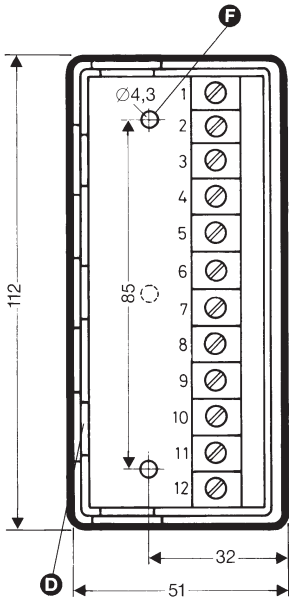

Fig. 1
Siehe Bild 1.
2. Haubenschrauben **A** lösen und Haube **B** vom Unterteil **C** abziehen (Bild 1).
1. Haubenschrauben **A** lösen und Haube **B** vom Unterteil **C** abziehen (Bild 1).